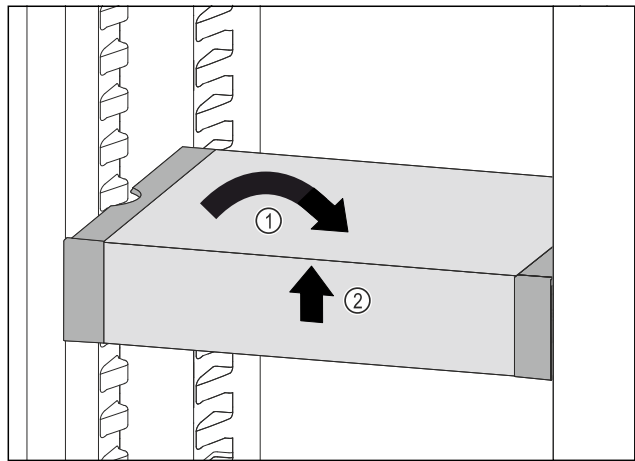

Fig. 60
- ▶ VarioSafe recht zetten. Fig. 60 (1)
- ▶ VarioSafe aan voorkant optillen. Fig. 60 (2)